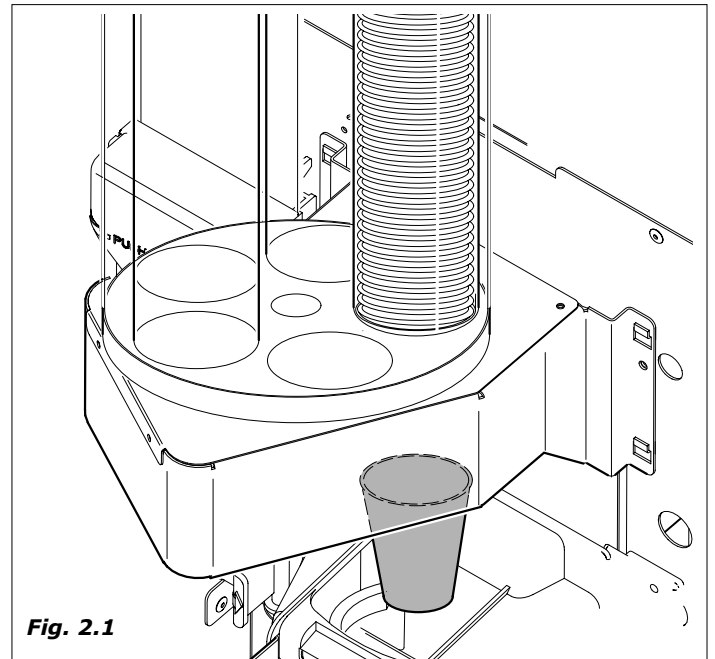

Fig. 2.1
- El motor situado en el interior del dispensador de vasos se pone en funcionamiento para separar el vaso de la columna y hacerlo caer sobre el soporte (Fig.2.1).